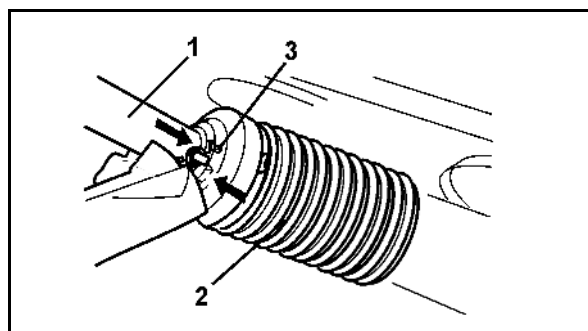

図 60
6. 注油ニップル (図 60/1) を外し、プロペラシャフト (図 60/2) を差し込みます。
7. 接続ヨーク (図 60/3) をせん断ボルト (図 60/4) で固定します。
8. 潤滑ニップル (図 60/1) を回しこみます。